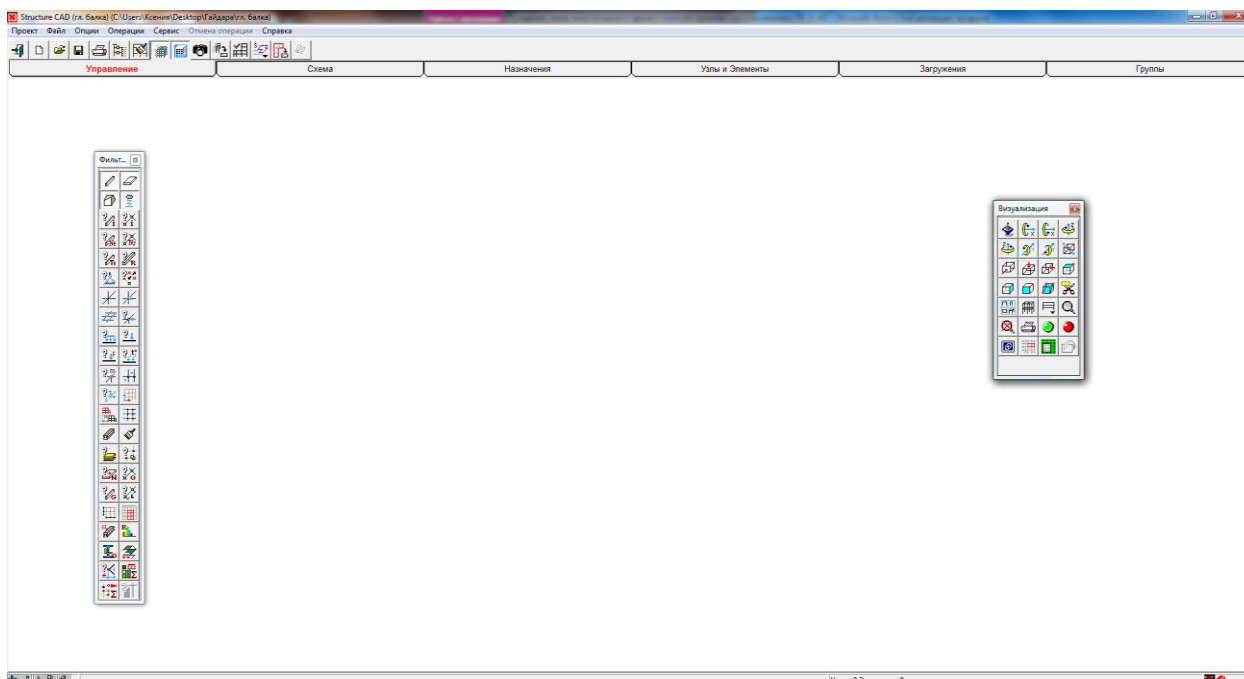

Рисунок 2.7 Рабочее окно препроцессора
6. Для начала работы по созданию расчетной схемы, курсор подводится к пиктограмме  с названием **Расчетная схема** и нажимается левая кнопка мыши. В результате откроется рабочее окно SCAD, состоящее из **панели Меню**, **Инструментальной панели** и **Панели вкладок** (рис.2.7).